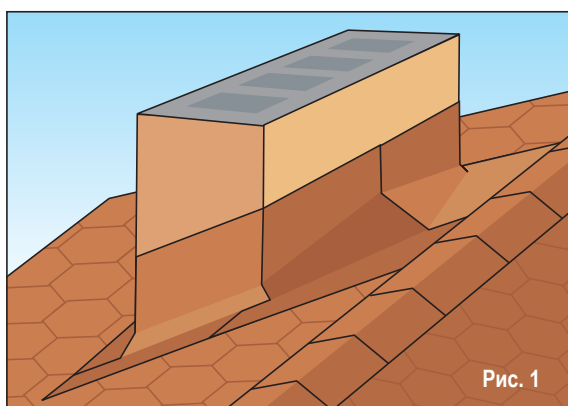

Рис. 1
- Подкладочный ковер может быть уложен параллельно или перпендикулярно обшитою досками настилу крыши (Рис. 1а и Рис. 1б). Ковер разворачивается, укладывается точно по прямой линии, устраняются любые провисания и ковер фиксируется к настилу кровельными гвоздями вдоль края, который будет перекрыт следующим ковром (скрытые концы также должны быть закреплены гвоздями).
Рис. 1а
Рис. 1б
- Чтобы вода не скапливалась позади дымохода, рекомендуется в настиле крыши создавать противонаклон в верхней части проникновения для широкого дымохода или набора воздуховодов (Рис. 1).